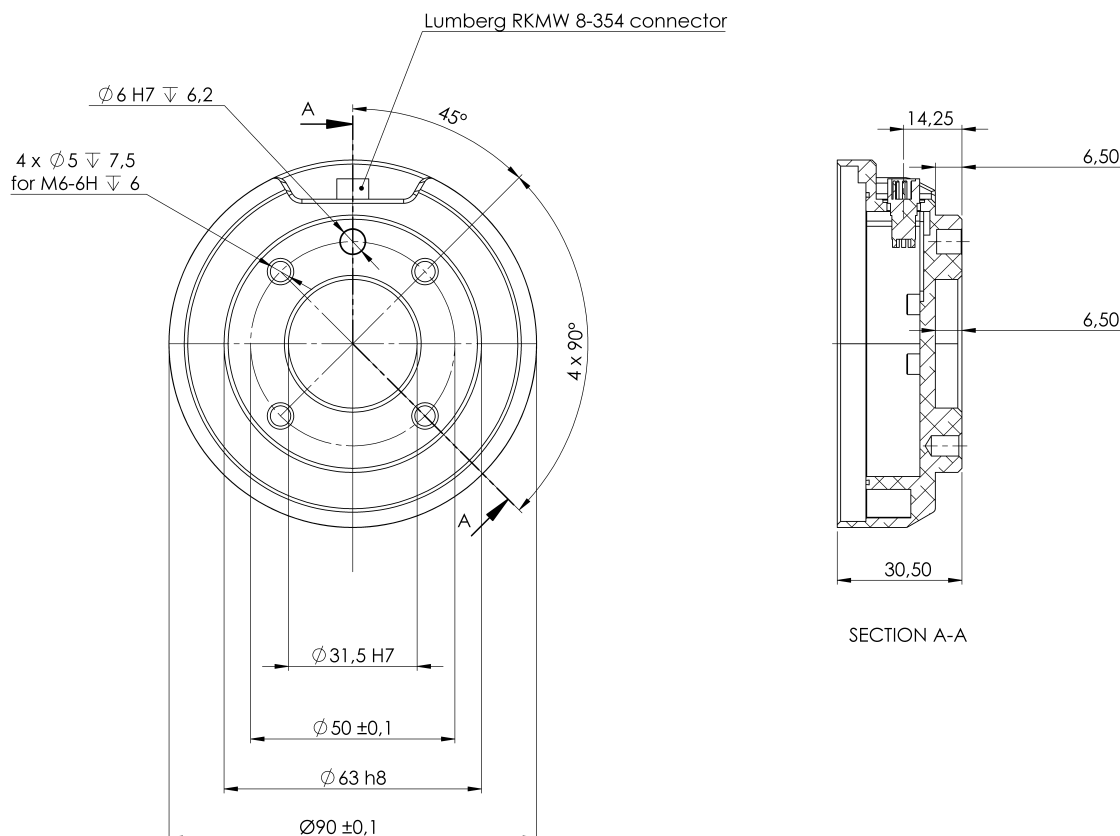

Figura 4.2: La flangia di uscita dell'utensile, ISO 9409-1-50-4-M6. Qui viene montato l'utensile alla sommità del robot. Tutte le misure sono in mm.
**Utensile** La flangia utensile del robot ha quattro fori con filetto M6 per il fissaggio di un utensile al robot. I bulloni M6 devono essere serrati a 9 N m. Per riposizionare l'utensile in maniera precisa, è disponibile un foro da Ø6 da usare con una spina. La figura 4.2 indica dove eseguire i fori e montare le viti.